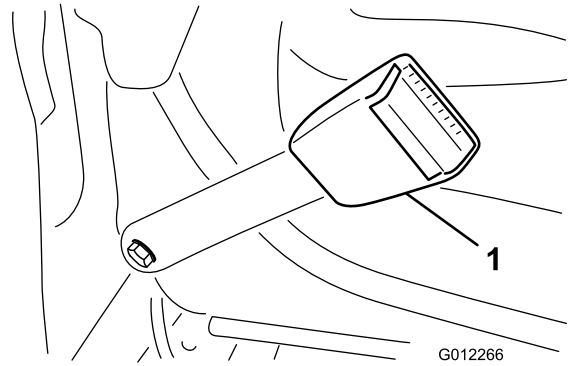

Figura 6
1. Monte el extremo de cada mitad del cinturón de seguridad en los taladros del respaldo del asiento con 2 pernos (7/16" x 1"), arandelas planas (7/16") y arandelas de freno (7/16") (Figura 6).